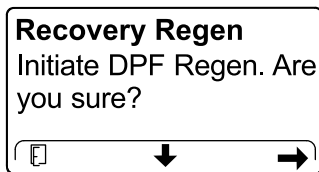

Figura 61
4. Nella schermata INITIATE DPF REGEN premete il pulsante destro per continuare (Figura 61).